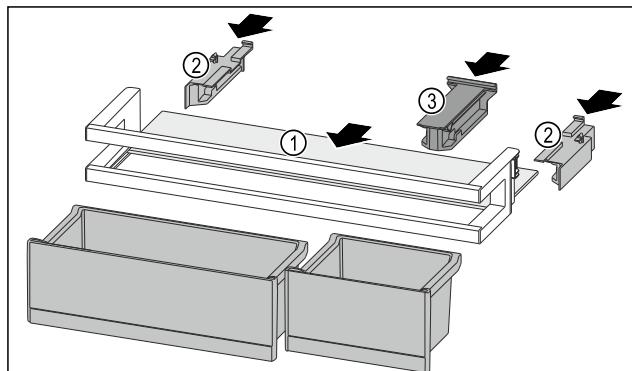

Fig. 95
- Odlagalno polico Fig. 95 (1) vstavite v stranske utore.
- Vstavite stranske dele Fig. 95 (2).
- Vstavite držalni del Fig. 95 (3).